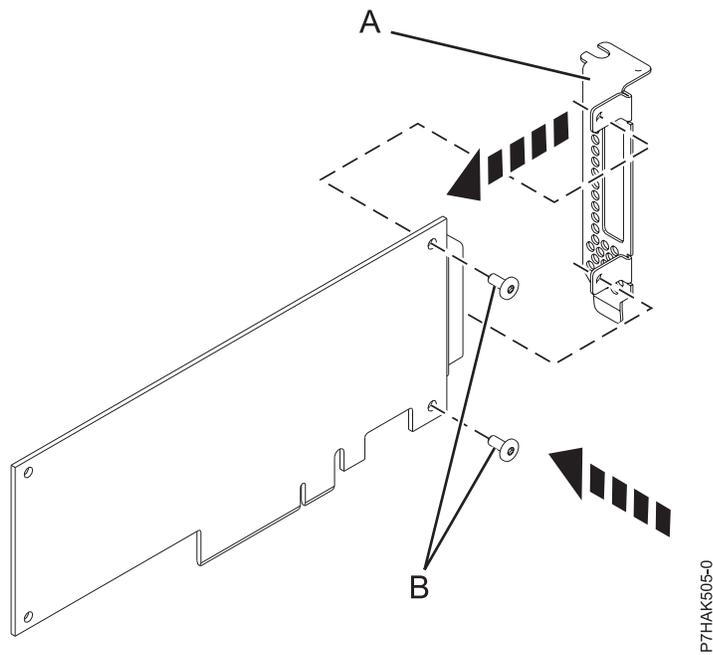

Figura 32. Colocación de la contrapunta de altura reducida en un adaptador PCIe
14. Utilizando un destornillador Phillips y los dos tornillos de retención (B), fije la contrapunta (A) del adaptador PCIe anómalo en el nuevo adaptador PCIe, como se muestra en la Figura 32 en la página 50.